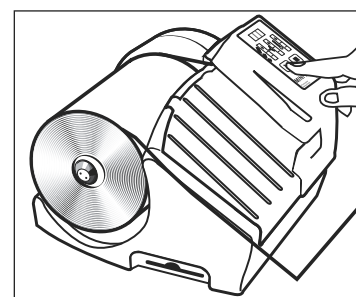

Figure 6
- Maintenez la touche **START** (démarrer) enfoncée. Le film avancera automatiquement. (Voir Figure 6)